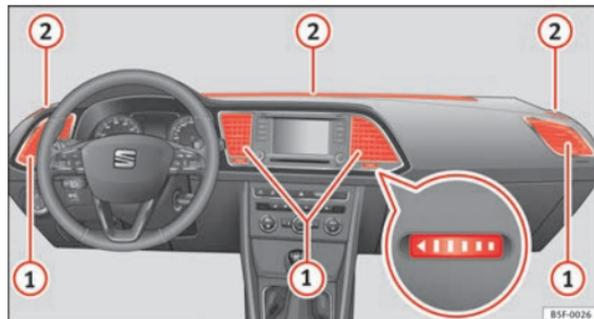

Fig. 88 En el tablero de instrumentos: difusores de aire.
Para garantizar la calefacción, refrigeración y ventilación dentro del habitáculo, los difusores de aire ⇒ fig. 88 ① deberían permanecer abiertos.